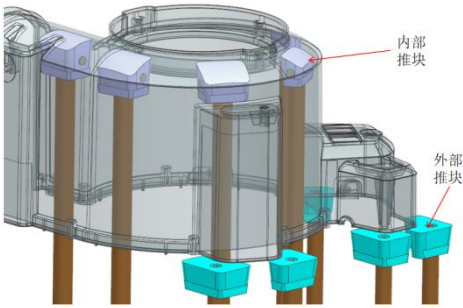

图 7-10 内部与外部推块
- ②内部推块（如图 7-10）采用_____与推杆连接，外部推块采用_____与推杆连接。内部推块也可以用螺丝锁紧，但必须留出空间用铜堵。
③推块只用一支推杆时，推杆一定要做防转。推杆应沉与推块 5mm，以方便_____。